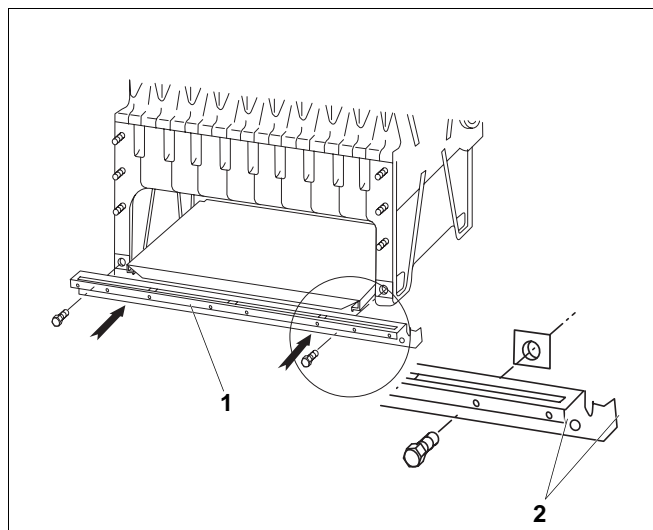

Fig. 38 Monter la plinthe longitudinale
- Placer les écrous à cage M8 aux pieds des éléments d'extrémité avant et arrière. Visser la plinthe longitudinale (fig. 38, **pos. 1**) sur les éléments d'extrémité avant et arrière, sans serrer avec des vis à tête hexagonale M8 x 35. Le dépassement (fig. 38, **pos. 2**) de la plinthe longitudinale se trouve du côté de la face avant de la chaudière (raccordement hydraulique).